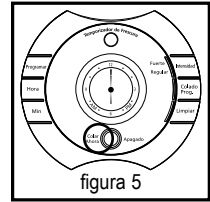

figura 5
1. Después de completar los pasos en la sección “Agregar agua y café” con la jarra y la canasta porta filtro colocadas en su lugar, encienda la cafetera presionando una vez el botón para “Colar Ahora” (Figura 5). La luz indicadora de “Colar Ahora” se encenderá y destellará para indicar que la cafetera está encendida y colando.